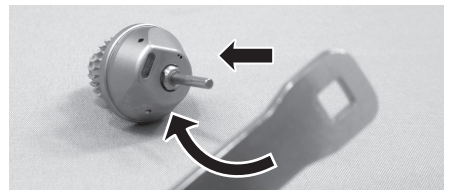

Fig. 22
- 3) Zum Schluss die Rotorschaft-Mutter über den Testbohrer aufsetzen und mit einem Schraubenschlüssel fest anziehen, während der Rotor festgehalten wird. (Abb.22)